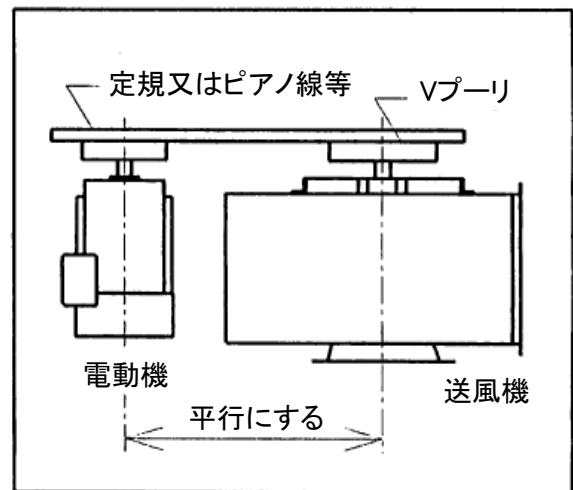

図 9 芯出し方法
- (1) 送風機側と電動機側の V プーリの外側端面に図 9 に示すように定規またはピアノ線等を当て、直線上にあるように確認、調整してください。
- (2) 一般の V ベルトの張力は V ベルトの中間を指で押して、へこみ具合が V ベルトの厚さ位なら適当です。V ベルトの張力の調整は、電動機のスライドベースによって行ってください。
- (3) 高張力の V ベルトは、一般の V ベルトに比べてやや強く張ります。緩すぎると起動時にスリップが発生し、強すぎると軸荷重を大きくし軸、軸受への負荷をかけ故障の原因になることがあります。
- (4) V ベルトは、初期のうちには伸びやすいので、運転開始の数日後(運転開始 50 時間程度)に必ず再調整してください。調整を行わない場合、早期破断、脱落の原因になります。